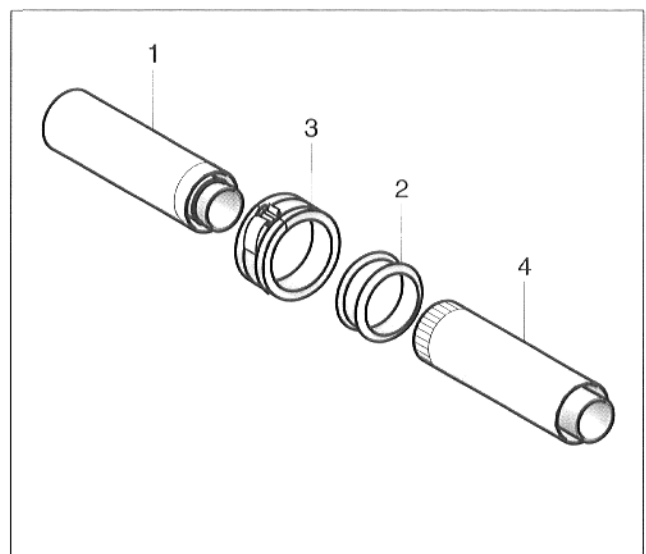
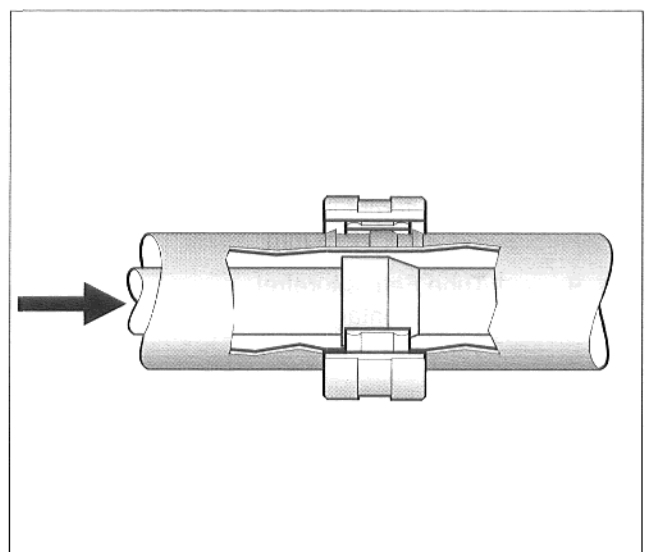

Abb. 6 Verbindung der konzentrischen Rohre
Abb. 7 Rohrverbindung
- Blaue Silikonichtung im Rohr 1 (Abb. 6, Pos. 1) leicht einfetten.
- Silikonmanschette (Abb. 6, Pos. 2) und Klemmband (Abb. 6, Pos. 3) über Rohr 1 schieben.
- Rohr 1 und Rohr 2 (Abb. 6, Pos. 4) mit leichter Drehbewegung ineinanderschieben. Rohre und Formstücke so zusammenstecken, daß die Muffe in Richtung des Abgasstromes zeigt (Abb. 7).
- Klemmband über die Verbindungsstelle schieben und verschließen. Darauf achten, daß das Klemmband über den Wülsten der Rohre liegt (Abb. 7).
- Klemmband (Abb. 6, Pos. 3) öffnen und über Rohr 1 (Abb. 6, Pos. 1) schieben.
- Silikonmanschette (Abb. 6, Pos. 2) über Rohr 1 schieben.